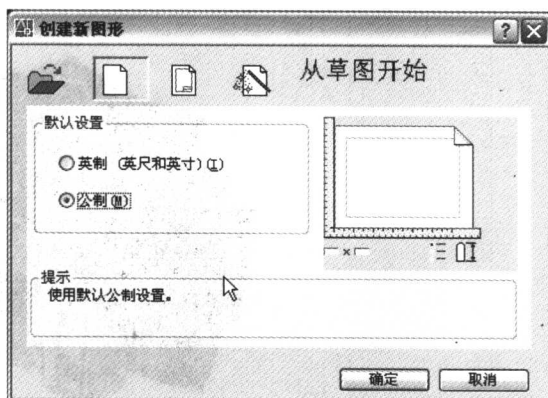

图 1-2
(1) 选择【文件】→【新建】菜单命令或者单击标准工具栏中的【新建】按钮, 弹出【创建新图形】对话框, 如图 1-2 所示。